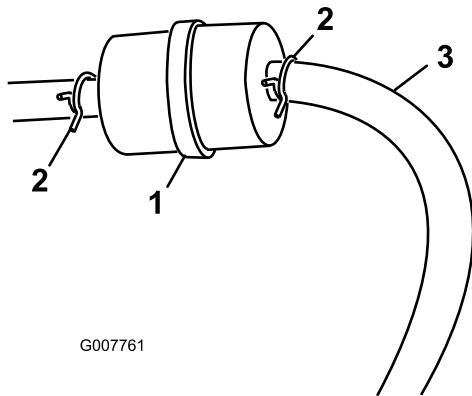

Bild 27
3. Drücken Sie die Enden der Schlauchklemmen zusammen und schieben Sie sie vom Filter weg (Bild 27).
5. Setzen Sie einen neuen Filter ein und schieben Sie die Schlauchklemmen an den Filter heran (Bild 27).
3. Lockern Sie die Schlauchklemme am Kraftstofffilter und schieben Sie sie an der Kraftstoffleitung weg vom Kraftstofffilter (Bild 27).
4. Schließen Sie die Kraftstoffleitung vom Kraftstofffilter ab (Bild 27).
Hinweis: Lassen Sie den Kraftstoff in einen Kraftstoffkanister oder eine Auffangwanne ablaufen (Bild 27).
5. Bringen Sie die Kraftstoffleitung am -filter an. Schieben Sie die Schlauchklemme ganz an den Kraftstofffilter heran, um die Kraftstoffleitung zu befestigen (Bild 27).